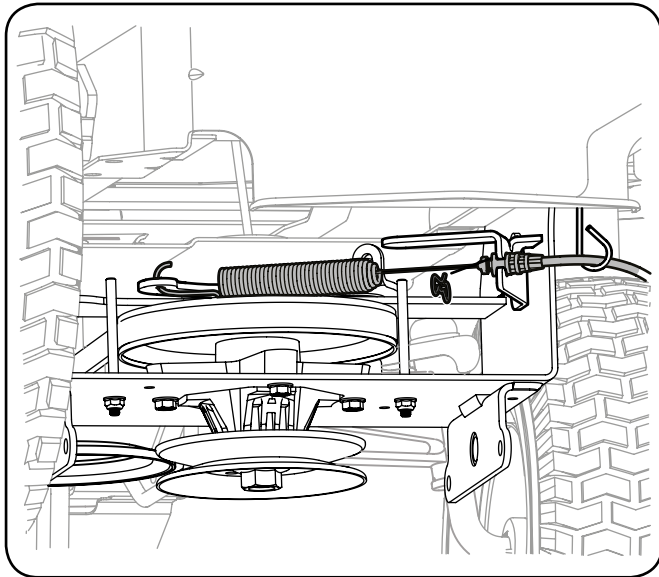

Рисунок 3-12
12. На моделях с ручной системой управления отбором мощности подсоедините трос системы к кронштейну натяжителя, как показано на рис. 3-12.
1. Аккуратно отводите корпус шнека вверх и вперед, пока передняя верхняя часть его не упрется в землю (см. рис. 3-12 и 3-13).